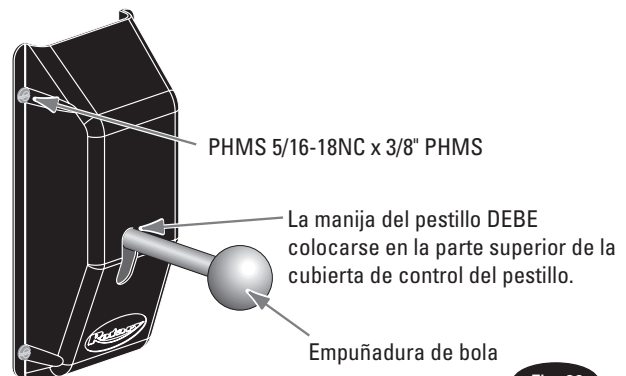

Fig. 20
- J) En este punto DEBE instalar la manija del pestillo, la contratuerca y la cubierta del pestillo de la columna derecha Fig. 17 y Fig. 20. Instale la bola de la manija de cierre, Fig. 20.